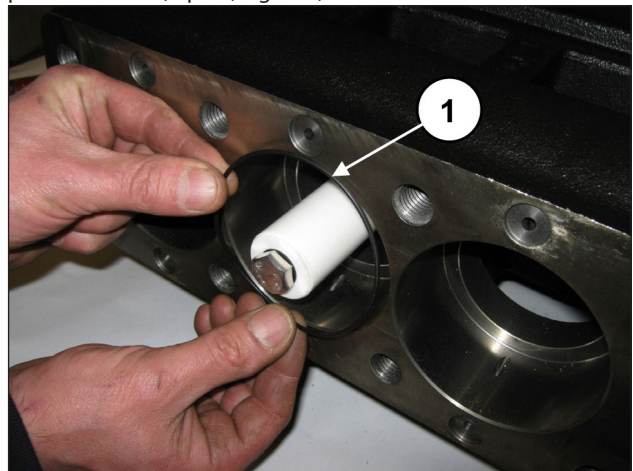
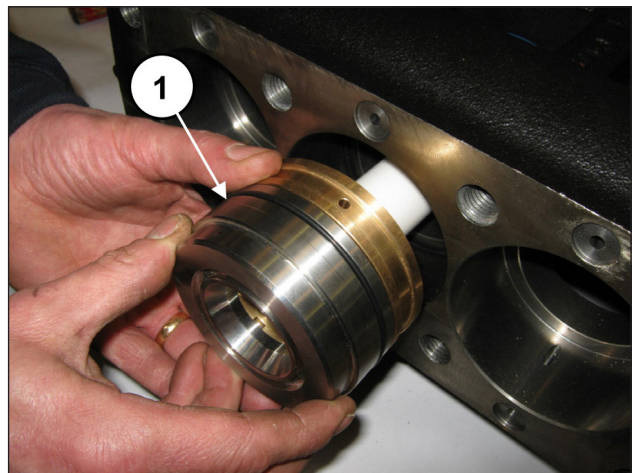

Fig. 184
Fig. 185
Placer le joint torique dans le carter de pompe (rep. ①, Fig. 184) puis le dispositif de blocage chemise-support de joint (avec le même joint torique) préalablement assemblé et les pousser à fond (rep. ①, Fig. 185).